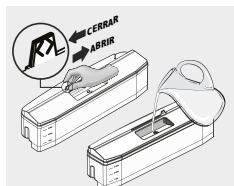

Figura 19
- Deslice la pestaña superior de izquierda a derecha asegurándose de abrir el compartimiento completamente (Figura 19).